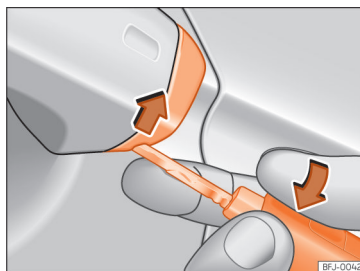

Abb. 96 Fahrertürgriff: Abdeckklappe abhebeln.
- Den Schlüsselbart am Fahrertürgriff in die untere Öffnung der Abdeckklappe stecken **» Abb. 96** und die Abdeckklappe von unten nach oben anheben.